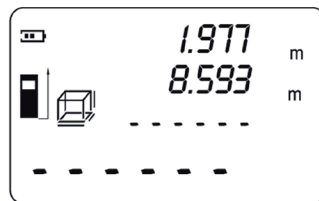

Fig. 13
6. Nuovamente premere il tasto "Read" per visualizzare la larghezza nella seconda riga del display. La riga per l'altezza nel simbolo  inizia a lampeggiare (fig. 13).